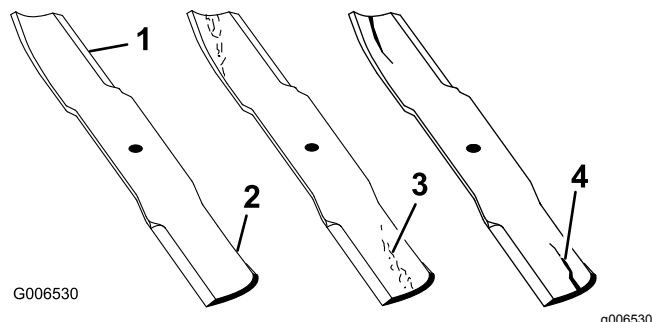

Figura 32
2. Examine cuidadosamente as extremidades da lâmina, prestando especial atenção à zona onde se encontram as partes curvas e planas da lâmina (Figura 32). Verifique o estado da lâmina antes da operação de corte, pois a areia e outros materiais abrasivos podem ter desgastado o metal que liga as partes curva e plana da lâmina. Se der conta de desgaste (Figura 32), substitua a lâmina; consulte Desmontagem e montagem da lâmina\(s\) (página 22).
Se a lâmina continuar a sofrer este tipo de desgaste irá formar-se uma ranhura entre a aba e a parte plana da lâmina (Figura 32). Eventualmente, pode soltar-se algum pedaço da lâmina e projetar-se, ferindo-o a si ou a qualquer pessoa próxima.